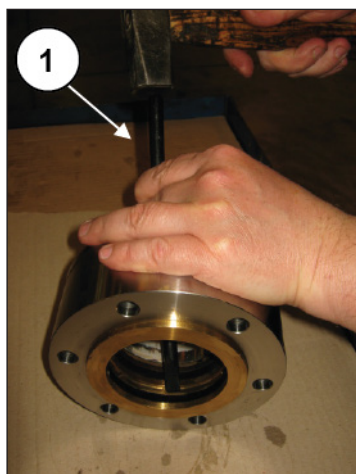
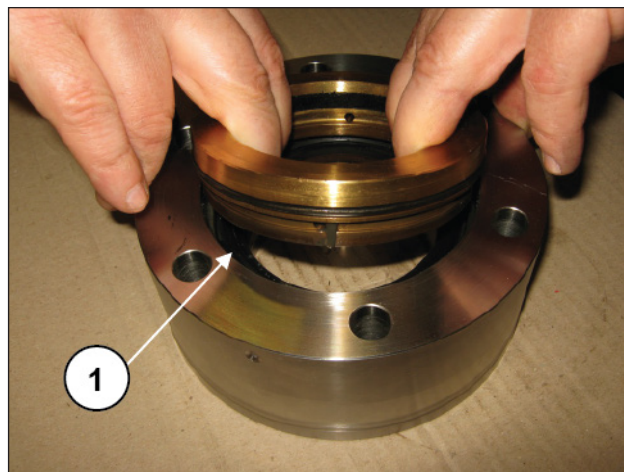

Рис. 212
Рис. 213
С помощью пластмассового инструмента и ударной массы извлеките и разберите опору уплотнений (поз. ①, Рис. 212 и Рис. 213).